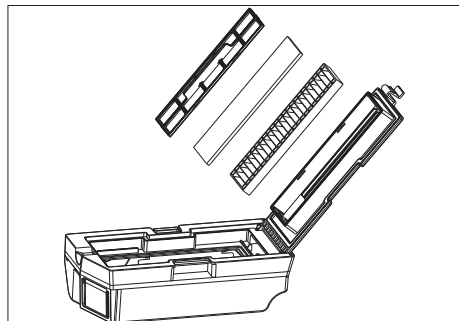

Fig. 18 – Apertura del depósito de polvo/
- ▶ Retire el filtro para el polvo antes de la limpieza con agua (véase Fig. 18).
- ▶ Vuelva a colocar los filtros en el orden correcto (**véase Fig. 18**).